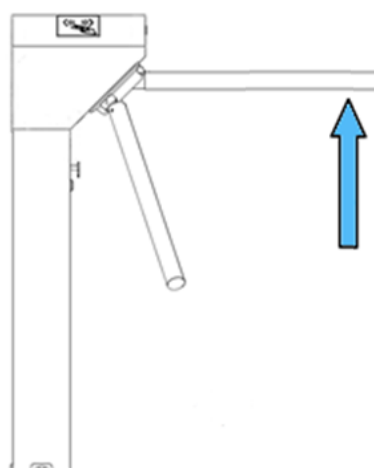

Рисунок 5
3. Поднимите штанги вручную (Рисунок 5).